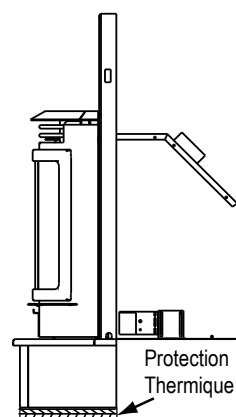

Figure 21.4
10. La protection thermique de 38 mm (1-1/2 po), la valeur « k » de 0,49 et la valeur R de 3,06 sous le support de garniture sans dégagement (**Figure 21.4**).